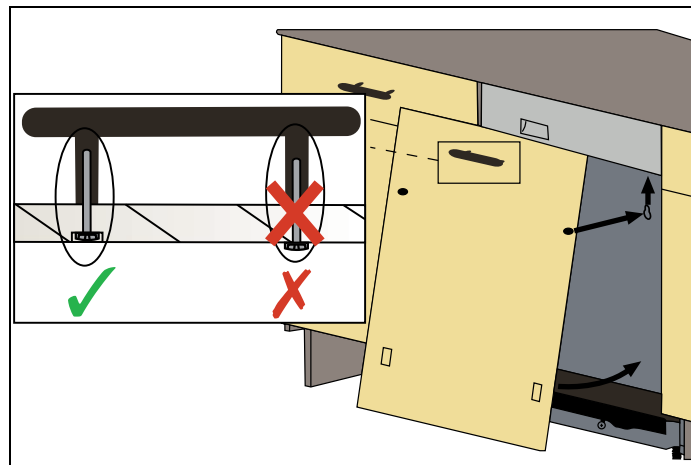

Fig. 26
- 5) Avant de monter la porte en bois sur le lave-vaisselle, installez la poignée sur la porte en bois comme illustré dans la Fig. 26.